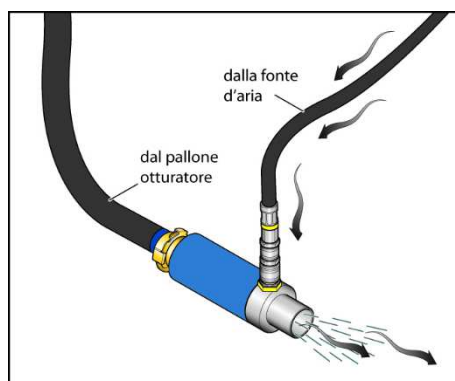

Figura 4 Sgonfiaggio con eiettore
- Collegare l'eiettore alla sorgente d'aria e tubo gonfiaggio otturatore come in Figura 4: aprire la sorgente d'aria, in modo da creare in corrispondenza dell'eiettore una depressione che accelera lo sgonfiaggio dell'otturatore. Si può collegare l'eiettore alla sorgente d'aria senza valvola di sicurezza per una più efficace e rapida estrazione dell'aria.